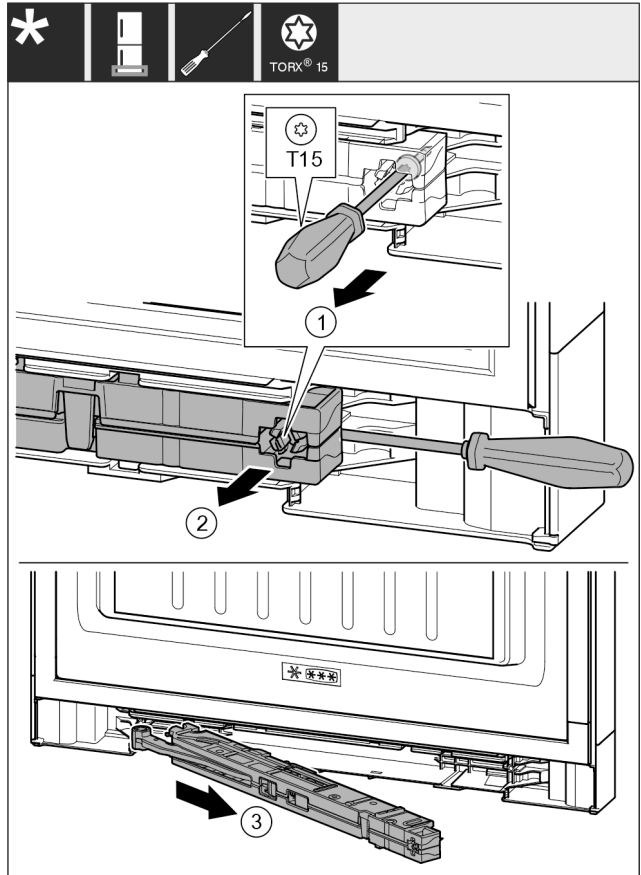

Fig. 17
► Schraube Fig. 17 (1) an Schließdämpfereinheit mit Schraubendreher 14 mm lösen.
► Schließdämpfereinheit Fig. 17 (2) griffseitig mit Schraubendreher nach vorne aushebeln.
► Schließdämpfereinheit Fig. 17 (3) herausziehen.